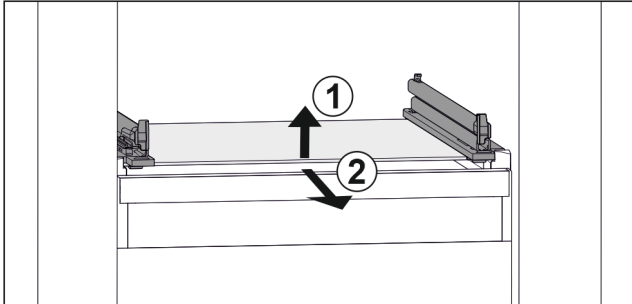

Fig. 112 Reprezentare exemplificativă a plăcii de sticlă
- ▶ Ridicați placa de sticlă din față. Fig. 112 (1)
- ▶ Extrageți placa de sticlă spre înainte. Fig. 112 (2)